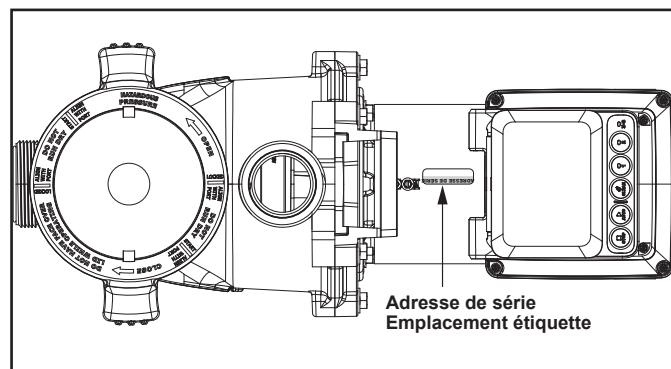

Figure 10. Emplacement de l'étiquette de l'adresse de série
Les systèmes AquaLink RS utilisant la Rév W et plus récente, fabriqués après la mi-2022, sont compatibles avec jusqu'à (16) seize pompes à vitesse variable qui utilisent une ADRESSE DE POMPE préalablement assignée. Commutateurs DIP 3 et 4 non utilisés. Une ADRESSE DE SÉRIE est assignée à toutes les pompes dans ce manuel depuis l'usine. L'étiquette de l'ADRESSE DE SÉRIE se trouve sur le moteur de la pompe à l'endroit indiqué ci-dessous (Figure 10).